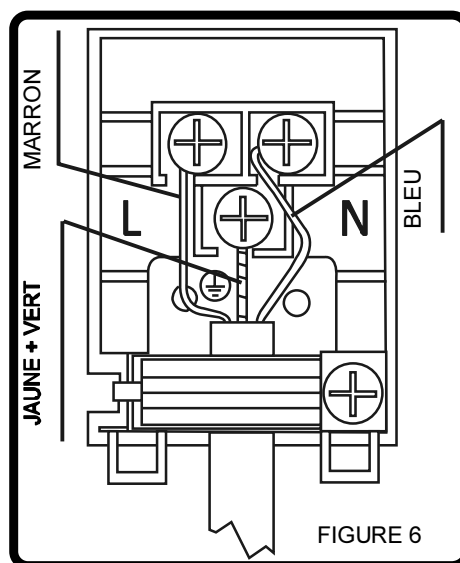

FIGURE 6
- Le câble de mise à la terre doit être connecté via la vis dotée du symbole terre. Le raccordement du câble d'alimentation doit correspondre à la Figure 6. Risque d'incendie ou d'électrocution, si l'appareil n'est pas relié à la terre.